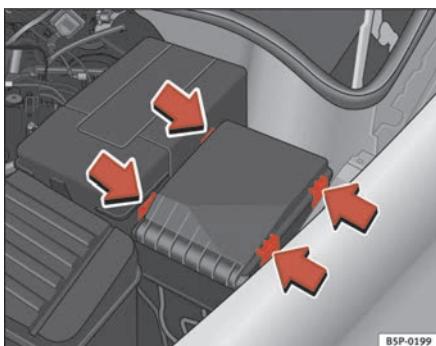

Fig. 179 Tapa de la caja de fusibles en el compartimiento motor
- Retire la tapa de fusibles del compartimiento del motor haciendo presión sobre las lengüetas hacia el centro de la tapa ⇒ página 267, fig. 179.